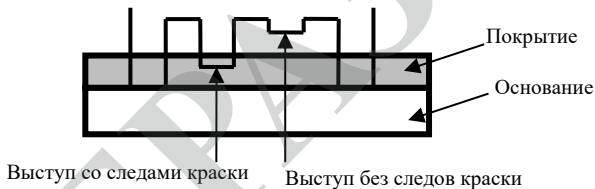

Рисунок 1 – Проведение испытания
- оценить толщину слоя по последнему отпечатку на порошке (рис.1);